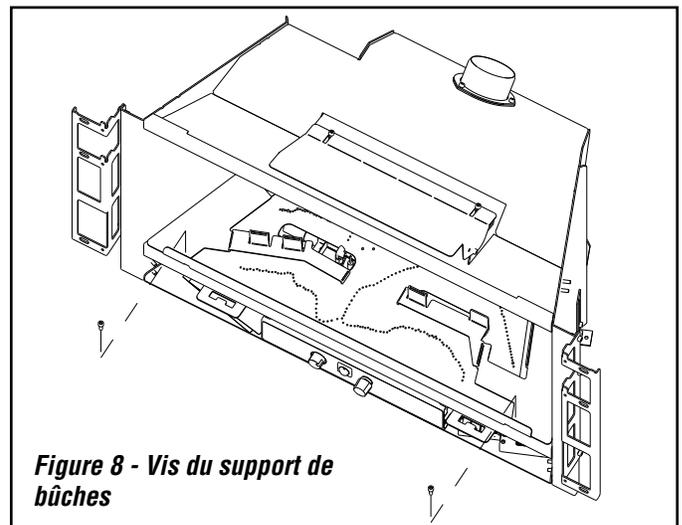

Figure 8 - Vis du support de bûches
1. Retirer le râtelier à bûches (2 vis) et installer la bûche arrière sur le support. Voir **figures 8 et 9**.